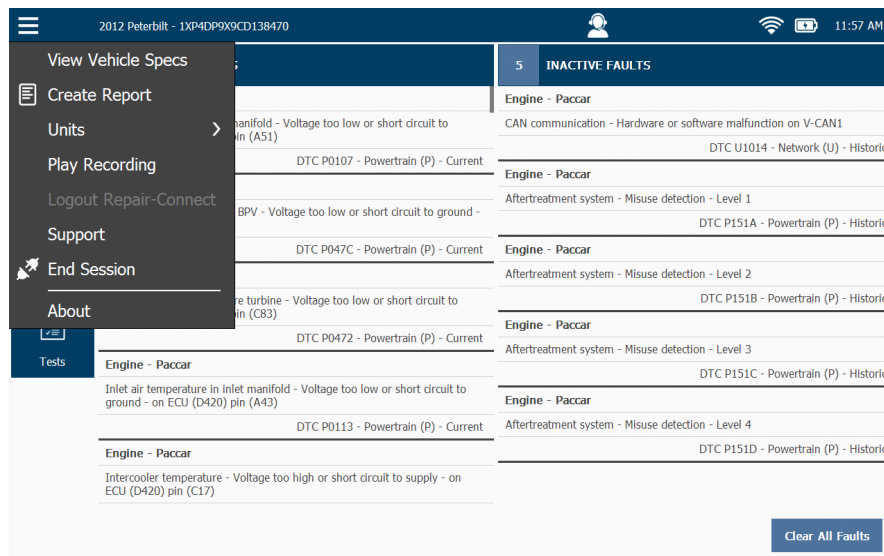

Figure 4.57 Menu Diagnostics
- 3 Touchez la **flèche arrière** pour retourner au menu Diagnostics (Figure 4.57).